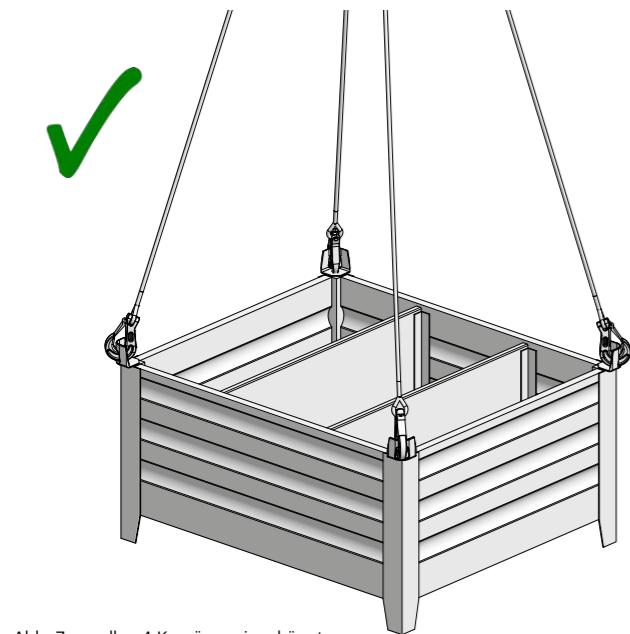
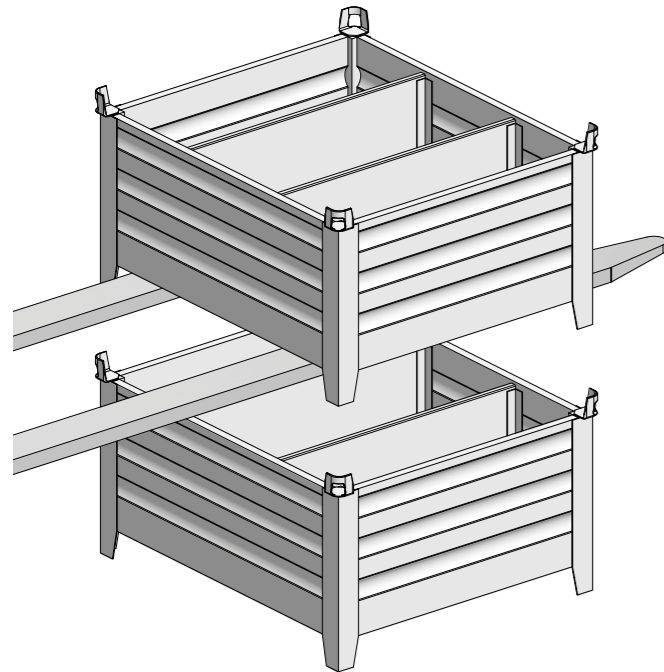

Abb. 7: an allen 4 Kranösen eingehängt
Abb. 8: Transport mit dem Stapler
Die Kleinteilebox 120/100 ist stapelbar (Abb. 2) und mit einer Frontklappe (Abb. 3) auf der Längsseite sowie 2 herausnehmbaren Abtrennungen ausgestattet (Abb. 4). Boden und Wände bestehen aus profiliertem Stahlblech mit Randverstärkung. Das Versetzen der Kleinteilebox 120/100 kann mit Kran (Abb. 7), Stapler (Abb. 8) oder Hubwagen erfolgen.
- Transport mit dem Kran. Hierbei müssen Sie darauf achten, dass der Aufenthalt von Personen im Gefahrenbereich der Last unbedingt zu vermeiden ist. Sie dürfen nur Vierstrang-Gehänge mit Anschlagketten verwenden. Die Anschlagketten müssen im Aufhängeglied frei beweglich sein, der Lasthaken muss eine Sicherung gegen unbeabsichtigtes Aushängen besitzen und geschlossen sein. Es muss immer an allen 4 Kranösen eingängigt werden (Abb. 5 bis Abb. 7).
- Transport mit dem Stapler. Die Länge der Gabelzinken muss den Abmessungen der Kleinteilebox 120/100 entsprechen (Abb. 8).
Hängen Sie den Lasthaken vom Krangehänge so in die Einhängeöse (Abb. 5) der Kleinteilebox 120/100 ein, dass er bei Schlaufseil oder Schlaufkette nicht aus den Ösen rutschen kann. Sie müssen immer **alle vier Lasthaken** einhängen (Abb. 7).